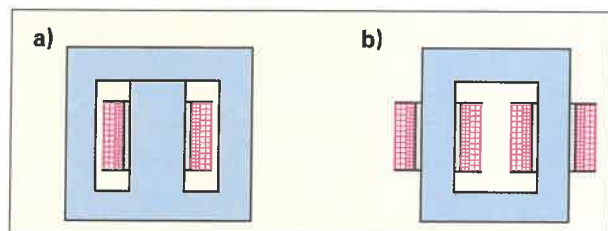

Bild 2: Bauarten eines Wechselstromtransformators
5. Der Eisenkern kann in verschiedenen Bauarten gefertigt werden. Wie nennt man die beiden Bauarten (Bild 2) von Transformatoren?